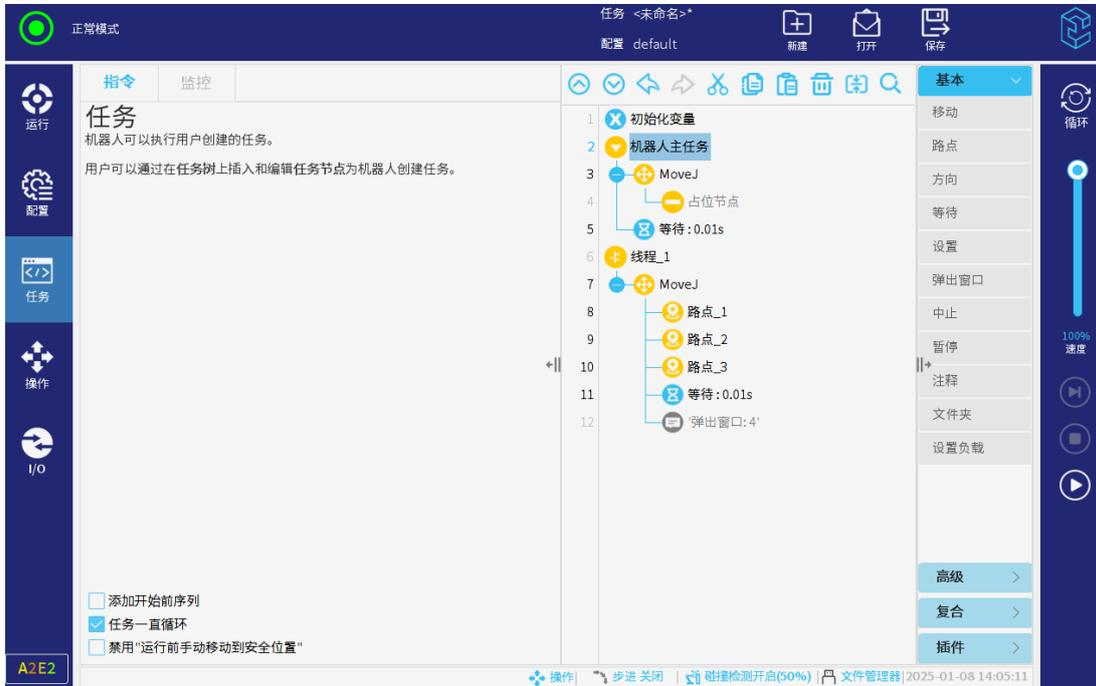

图 3-153: 断点
- 选中这类节点，则节点的行号为淡蓝色，如图 3-153 中的行号「6」所示；
- 未选中这类节点，则节点的行号为淡灰色，如图 3-153 的行号「4」所示。